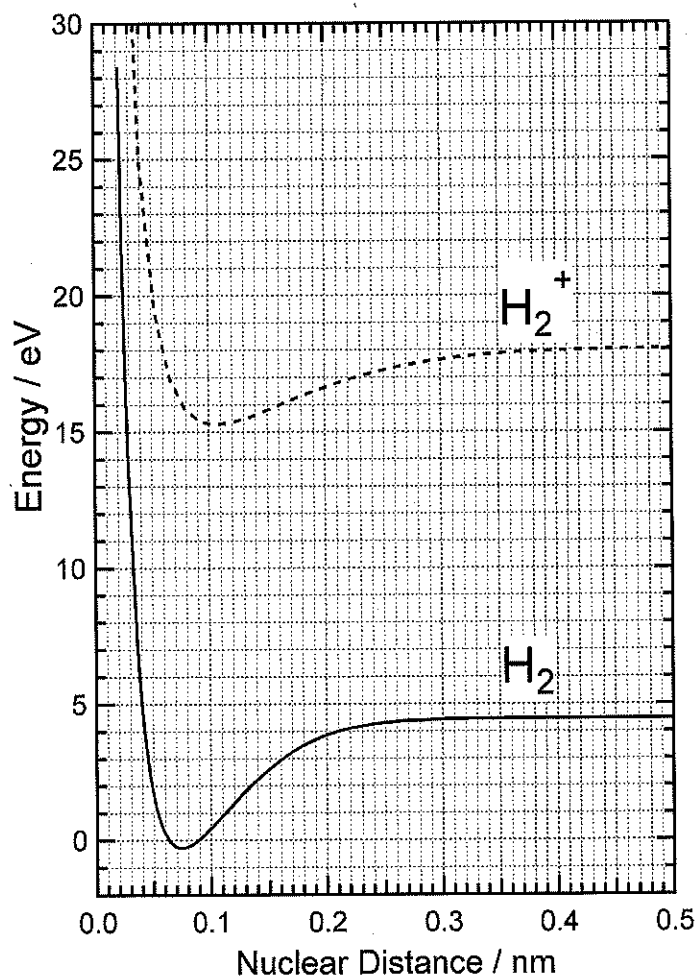

図1 水素分子 ( $H_2$ ) と水素分子イオン ( $H_2^+$ ) の基底状態のポテンシャルエネルギー曲線
設問2 図1に水素分子 ( $H_2$ ) と水素分子イオン ( $H_2^+$ ) のポテンシャルエネルギー曲線を示す。エネルギーの値は、 $H_2$ の振動の最低準位の値をゼロとして描いてある。次の問(1)～(5)に答えなさい。
- (1) これらのポテンシャルエネルギー曲線は、Born-Oppenheimer近似を用い、分子軌道法により計算したものである。Born-Oppenheimer近似とはどのような近似か答えなさい。また、ポテンシャルエネルギー曲線を求める際にこの近似をどのように使うか説明しなさい。
- (2) 図1から $H_2$ と $H_2^+$ の平衡結合長を求めなさい。
- (3) 図1から $H_2$ と $H_2^+$ の結合解離エネルギーを求めなさい。ただし、 $H_2$ と $H_2^+$ のゼロ点振動のエネルギーは、それぞれ0.27 eV, 0.14 eVである。
- (4)  $H_2$ と $H_2^+$ の結合解離エネルギーの違いが生じる理由を両者の分子軌道エネルギー準位の電子配置に基づき説明しなさい。
- (5) 図1から水素分子のイオン化ポテンシャルと水素原子のイオン化ポテンシャルを求めなさい。ただし、イオン化ポテンシャルは、イオン化に必要な最小のエネルギーとする。